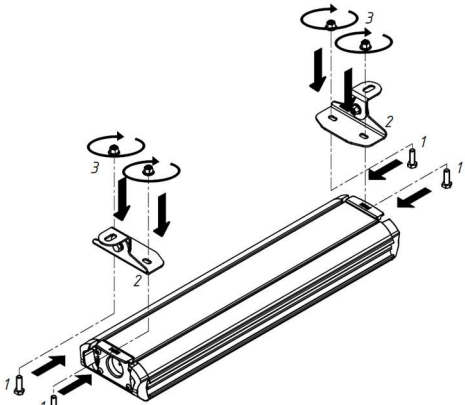

Рисунок 4. Установка крепления на светильник.
- 5.2. Установите крепление на светильник (см. рисунок 4).